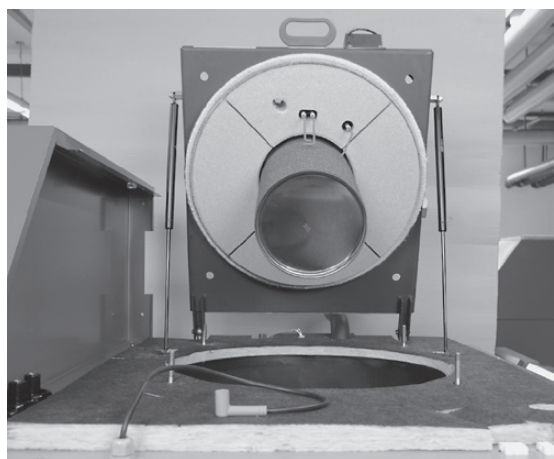

Fig. 45
- Basculer le brûleur avec la porte de la chaudière vers le haut (Fig. 45).